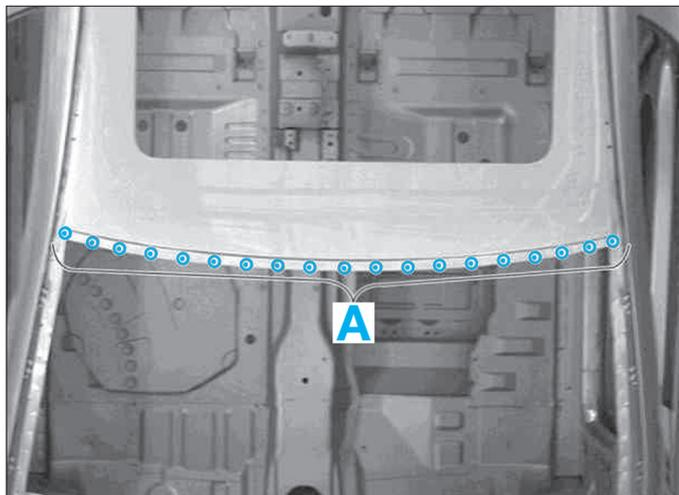

FIG. 88
- Fraiser les points de soudure, zone (A) (Fig.88).